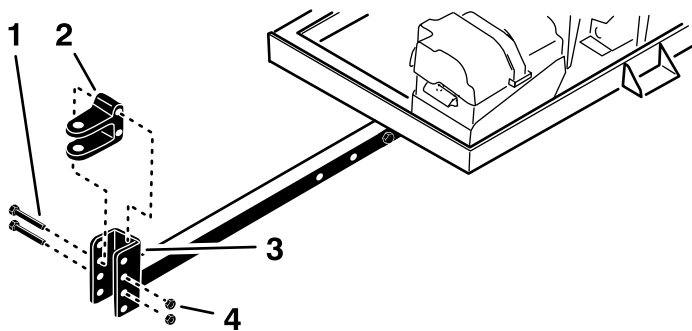

図 5
3. ヒッチクレビス 図 5 をヒッチチューブに固定しているボルト 2 本とロックナット 2 個を外す。
5. ボルト2本とロックナット2個でヒッチクレビスをヒッチチューブに取り付ける図 5。